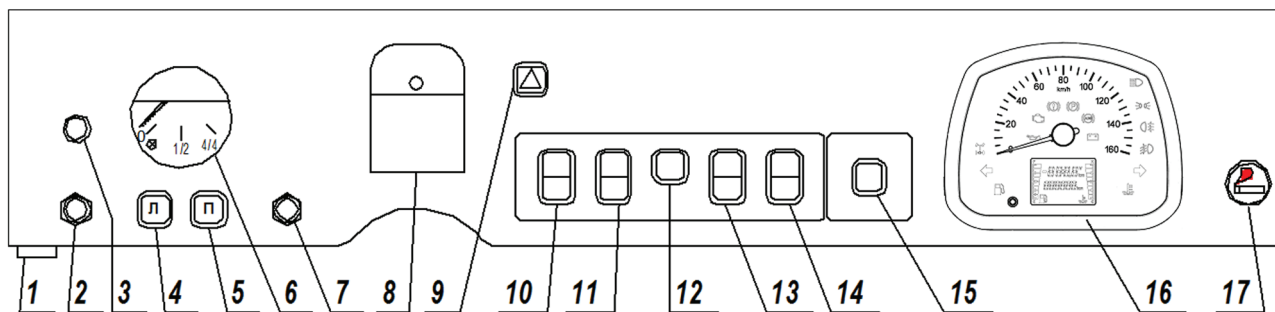

Рисунок 5.2.2 - Панель приборов (наименование позиций см. в тексте)
- 1 - панель приборов (см. рис. 5.2.2);
На панели приборов (рис. 5.2.2) расположены: